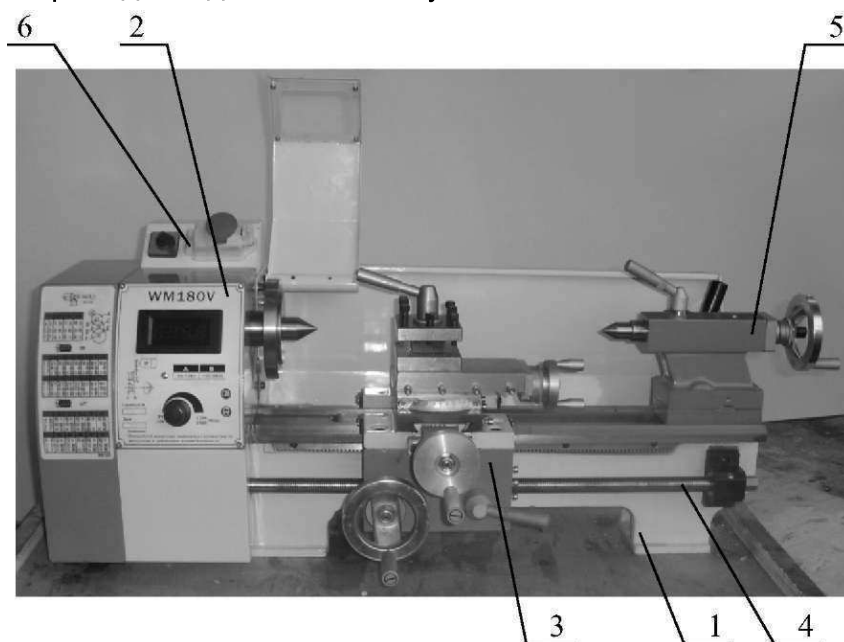

Рис. 2
Станок состоит из следующих основных узлов (Рис. 2): станина 1, передняя бабка 2, суппорт 3, ходовой винт 4, задняя бабка 5, электрооборудование 6. Описания каждого из узлов приведены далее по тексту.
Суппорт 3 (Рис. 2) служит для закрепления и перемещения инструмента в процессе работы. Он состоит из следующих основных частей: каретка, фартук, поперечные салазки, верхние салазки с резцедержателем.
9.1.6. Закрепите станок, учитывая размеры его основания (Рис. 2).